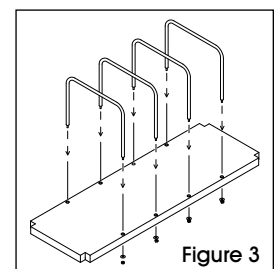

Figure 3
4. Insert the carton dividers into the holes along the edge of the platforms. Use 14" dividers in upper, 20" dividers in lower. Attach washer and lock nut to the threaded ends of the carton dividers. (See Figure 3)
4. Insérez les séparateurs de carton dans les trous au long du bord des plateformes. Utilisez les séparateurs de 14 po sur la plateforme supérieure et ceux de 20 po sur la plateforme inférieure. Fixez la rondelle et l'écrou freiné aux extrémités filetées des séparateurs de carton. (Voir Figure 3)